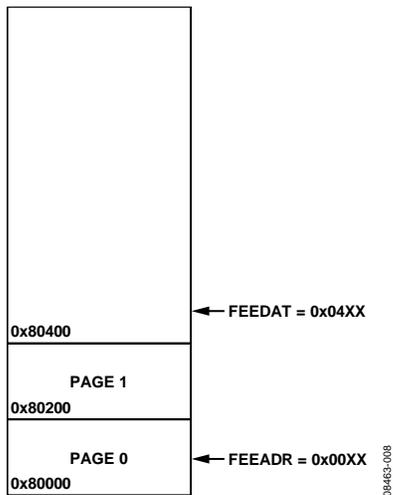

图7. 签名命令索引
- FEEDAT包含一个位于要签名部分的最后一页之上的前半页的地址。如本例中的图7所示，页0和页1被签名。